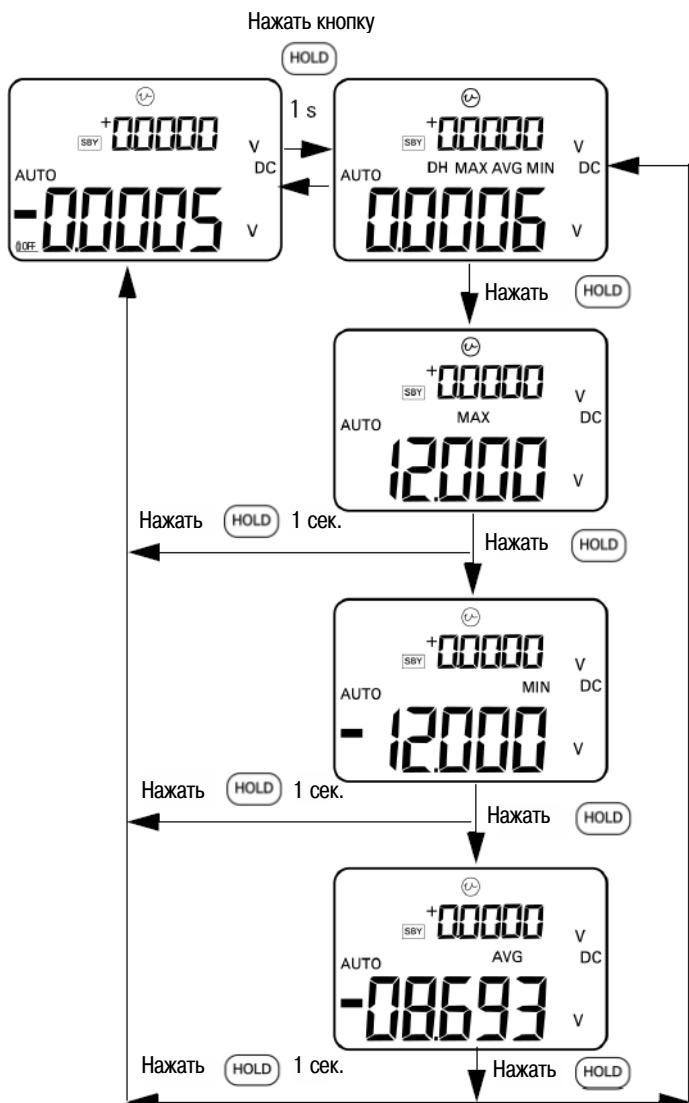

Рис. 3-7 Индикация в режиме динамической регистрации
2. Нажмайтe кнопку **MAX•MIN** для циклического переключения индикации максимума, минимума, среднего значения и текущего значения. Для указания характера индицируемого значения появляется вспомогательный индикатор **MAX, MIN, AVG** или **MAX AVG MIN** (см. рис. 3-7 на следующей странице).